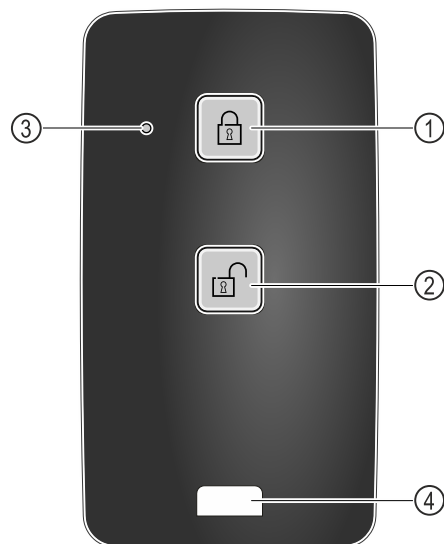

Fig. 149
- Pulsar el botón Fig. 149 (1) del mando a distancia.
- Pulsar el botón Fig. 149 (2) del mando a distancia.
- El LED de estado Fig. 149 (3) emite una señal visual al pulsarse el botón.
- Anilla Fig. 149 (4) para la fijación del mando a distancia, p. ej., en un llavero.